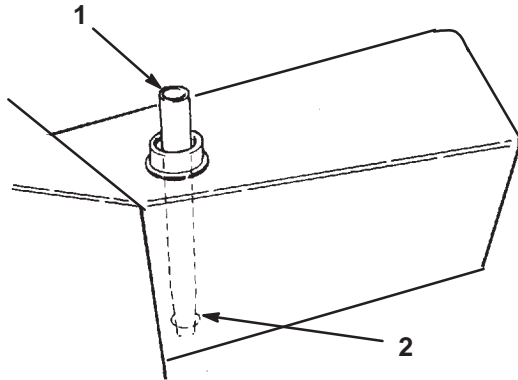

図 50
2. フィルタのみの交換であれば、キャップをはずし、タンク・プラグ (図50) を差し込む。これにより、交換作業中にタンクからオイルが抜けないようになる。